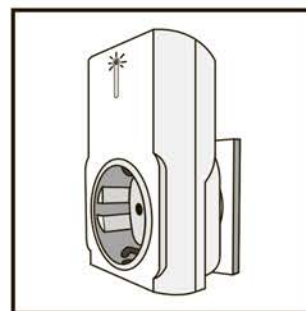

Рисунок 3
5.2. Вставьте приемник в розетку, чтобы автоматически активировать режим обучения. Данный режим будет активен в течение 5 секунд после включения приемника. Светодиодный индикатор на приемнике будет медленно мигать (рисунок 3). Чтобы повторно активировать режим обучения, извлеките приемник из розетки, подождите 10 секунд и снова вставьте приемник в розетку.